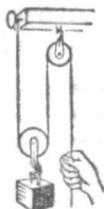

Abb. 4
4. Beobachtung: Hänge 2 Rollen auf, wie es Abb. 4 zeigt! Bringe eine Last an und ein Gewicht als Kraft! Vergleiche Last und Kraft miteinander!
Aufgaben: a) Wo kann man den Flaschenzug in Tätigkeit sehen? Wodurch unterscheidet er sich von Abb. 4?